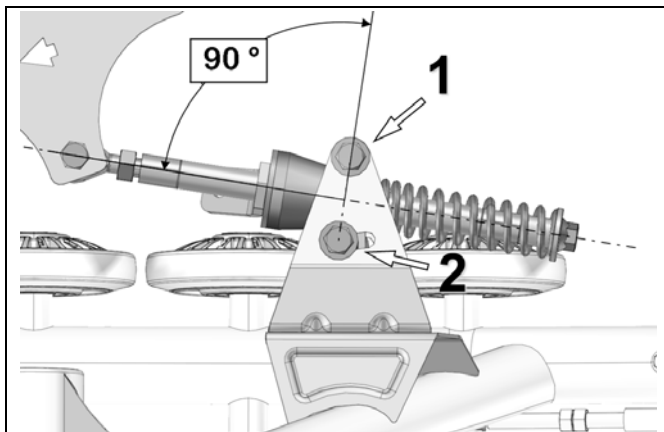

Abbildung 17
- Stellen Sie die Verdrehsicherungs-Halterung im 90° Winkel (senkrecht) zur Stabilisierungsstange ein. Ziehen Sie die beiden Befestigungsschrauben (1 und 2) des Verdrehsicherungsbügels auf ein Drehmoment von 50 N•m an. Siehe Abbildung 17.